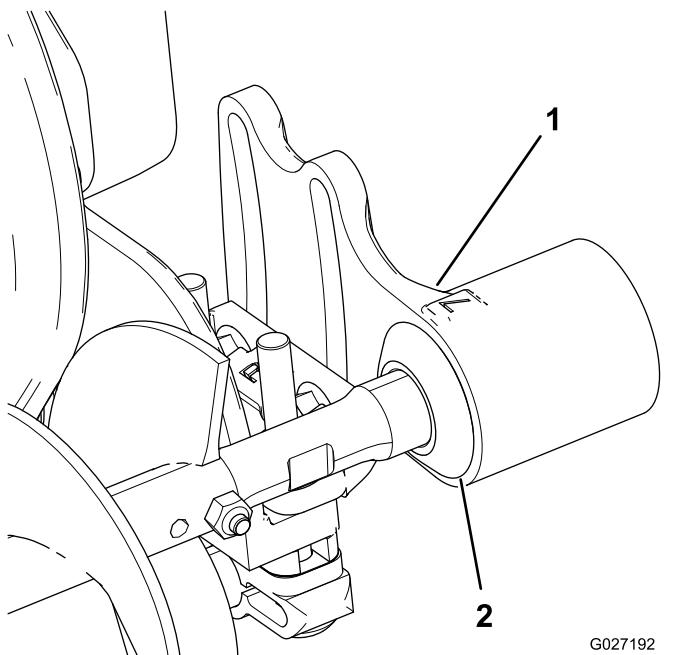

Figura 9
1. Deslice cada retén hacia el exterior hasta que los sellos toquen ligeramente el alojamiento de cada cojinete (**Figura 9**).